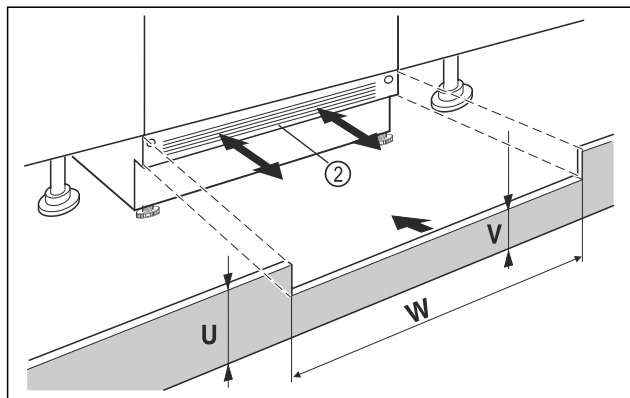

Fig. 39 Primjer izgleda
- Nataknite masku podnožja uređaja Fig. 39 (2), ali je nemojte još pričvrstiti.
- Ako se maska podnožja Fig. 39 (2) vidi, izvucite je toliko prema naprijed da prednji rub ventilacijske rešetke i maske podnožja namještaja tvore ravninu.
- Ako je maska podnožja skrivena Fig. 39 (2), gurnite je posve prema otpraga.
- Obratite pozornost na potpuno slobodne ventilacijske otvore: Po potrebi izrežite visinu maske podnožja namještaja Fig. 39 (U)!
- Uzduž širine niše Fig. 39 (W) prilagodite visinu poprečne lamele Fig. 39 (V) ispod maske podnožja uređaja Fig. 39 (2).